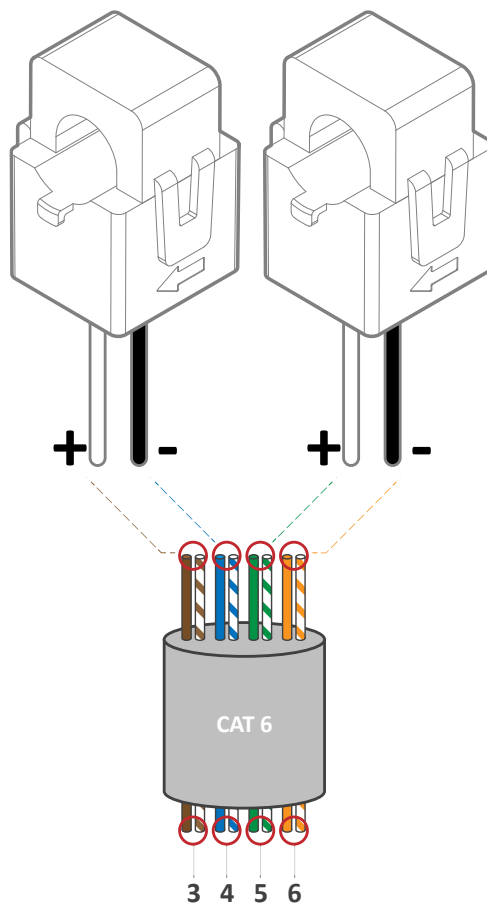

Figura 19: Extensión de sensores CT con cable CAT 6
- Si los cables deben ser extendidos, usar un cable CAT6 para crear la extensión (véase la figura 19).